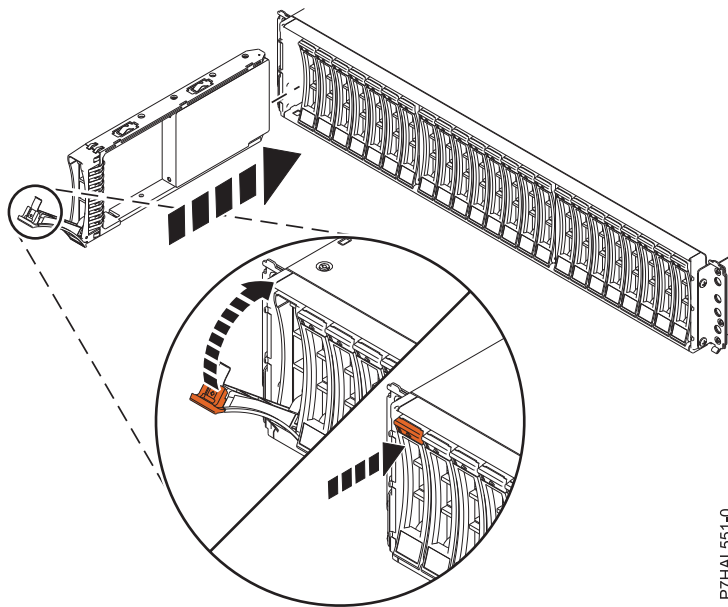

図 30. ディスク・ドライブの 5887 ディスク・ドライブ・エンクロージャーへの取り付けまたは取り替え
2. ハンドルをアンロック位置にして (34 ページの図 30 を参照)、ドライブの底面を支え、エンクロージャーのガイド・レールに位置合わせします。
6. 図 30 に示す方向にハンドル (A) を回転させて、ドライブをロックします。